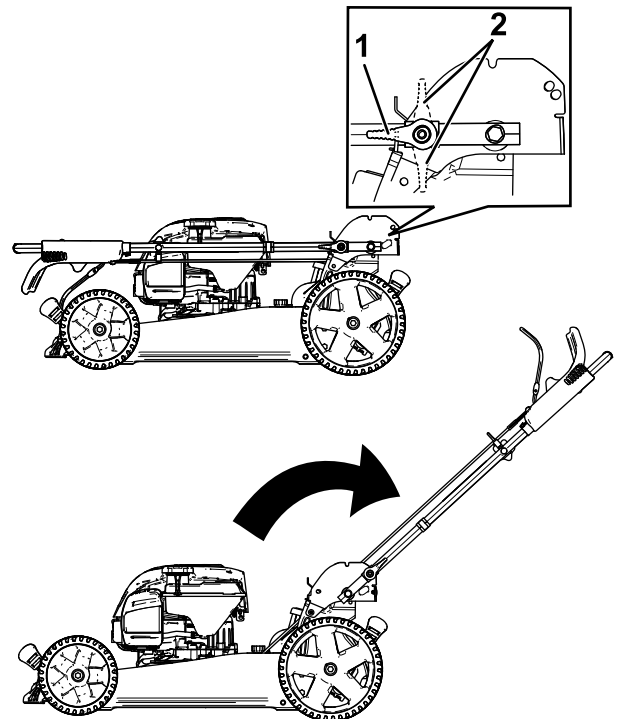

Figure 3
1. Ouvrez les verrous du guidon (Figure 3).
2. Ramenez le guidon en arrière en position d'utilisation (Figure 3).